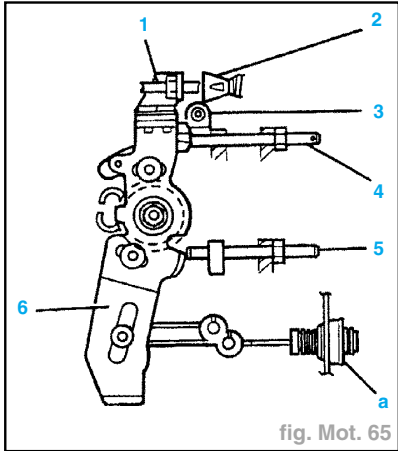

fig. Mot. 65
- Desserrer la vis (1) de quelques tours jusqu'à annuler le contact avec la tige du dash-pot (fig. Mot. 65).
- Vérifier que le levier (6) est en appui sur la vis de butée (5) ; sinon modifier la position de la douille cannelée (a).
- Vérifier qu'en position de ralenti le levier (6) repose sur la butée (4).
- Vérifier que le levier (6) est en butée sur la vis (4) ; pousser la tige (2) vers le dash-pot jusqu'à ce que l'on puisse visser à fond (fig. Mot. 65).
- Manoeuvrer la vis (1) afin d'obtenir un jeu de 1 mm entre la vis (1) et la tige (2).